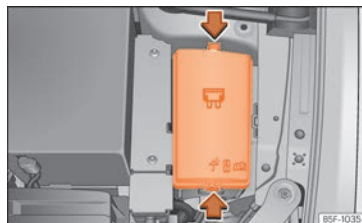

Fig. 107 En el vano motor: tapa de la caja de fusibles.
- Presione las pestañas de bloqueo para desbloquear la tapa de la caja de fusibles »» fig. 107.